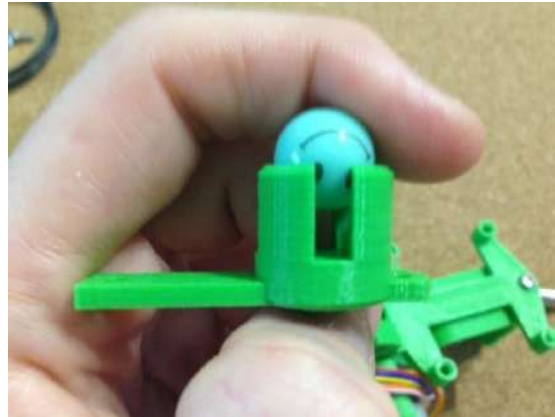

Figura 10. Montaje de rueda delantera.
**NOTA:** En algunos modelos tienen una posición concreta en la que encajan para no forzar la pieza donde va colocado la bola como se muestra en la figura 10.